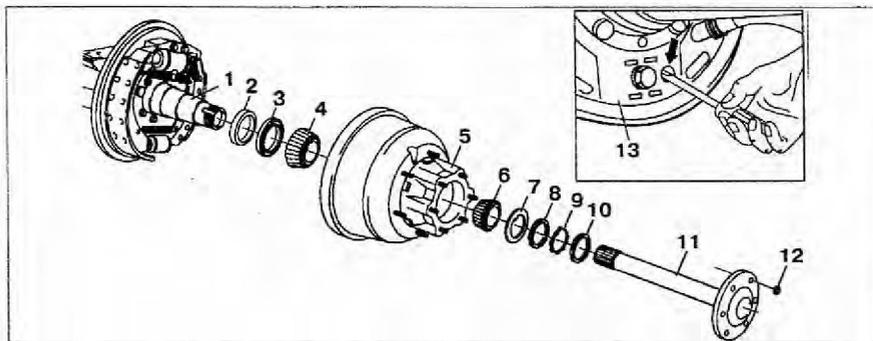

Рис. 5.20. Ступица задней оси 742.4:
2. Снимите полуось 11 (рис. 5.20).